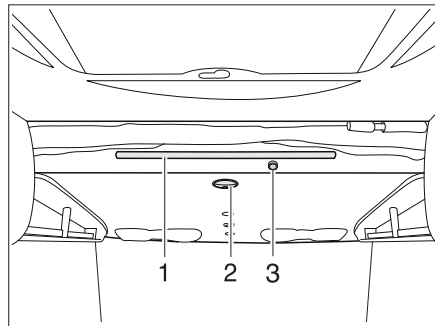
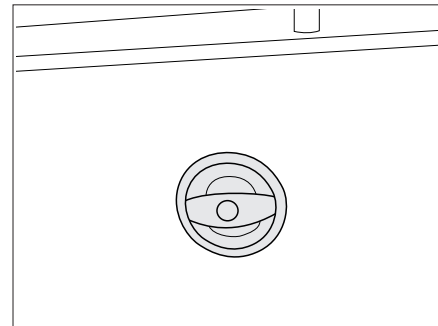

Fig. 121 Lit escamotable manuel
Fig. 122 Poignée du lit escamotable
- Tourner la poignée noire (Fig. 121,2 et Fig. 122) à la face inférieure du lit pour défaire le verrouillage.
- Tirer le lit escamotable à deux mains vers le bas par la barre de maintien (Fig. 121,1), en exécutant une courbe, jusqu'à ce qu'il s'encliquette de façon perceptible.
- Pousser sur le bouton à la face avant du lit escamotable (Fig. 121,3) pour déverrouiller le sommier à lattes escamotable.
- Tirer à deux mains sur la barre de maintien (Fig. 121,1) pour agrandir la surface du lit.